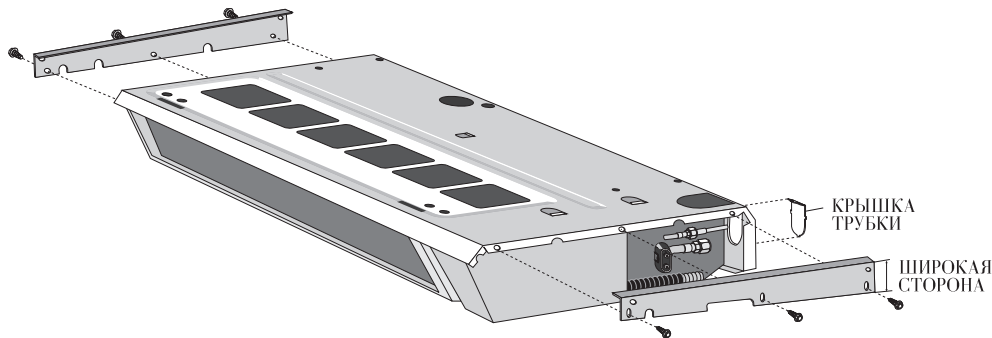

Рис. 5
- Если трубки выводятся горизонтально (направление ①), то нужно снять крышку трубки внизу у водяного теплообменника (см. рис. 5).
- Если трубки выводятся вертикально (направление ②), то должен быть установлен водяной насос для слива (поставляемый отдельно по требованию).
- С помощью 6 крепежных винтов прикрепите к водяному теплообменнику левую и правую боковые планки, как показано на рис. 5.